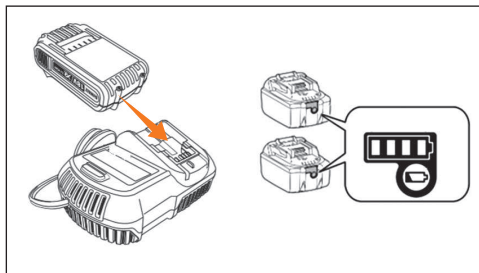

Рис. 13
- Включите в сеть зарядное устройство, при этом на нем загорится индикатор зеленым светом, вставьте аккумулятор в зарядное устройство (Рис. 13).